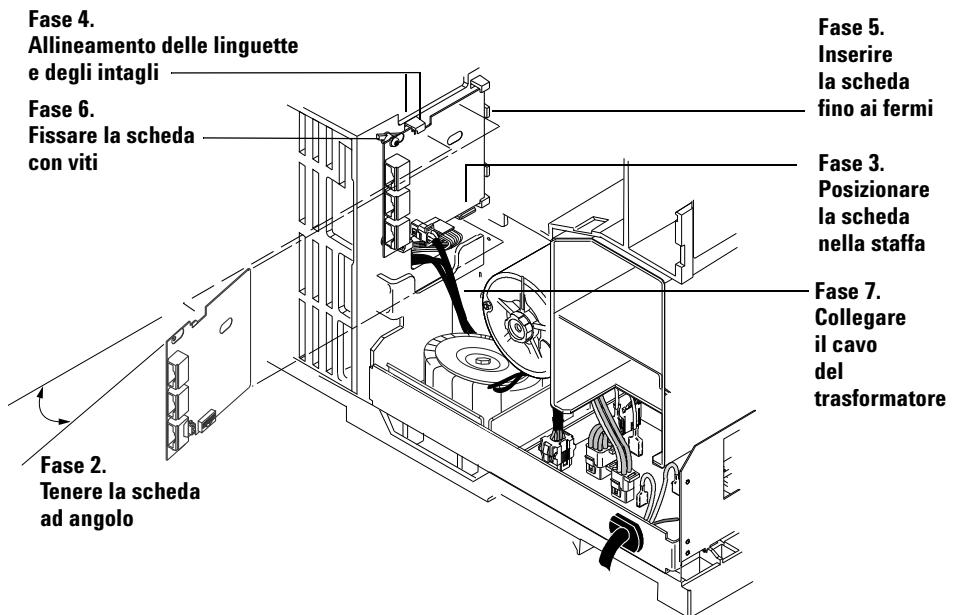
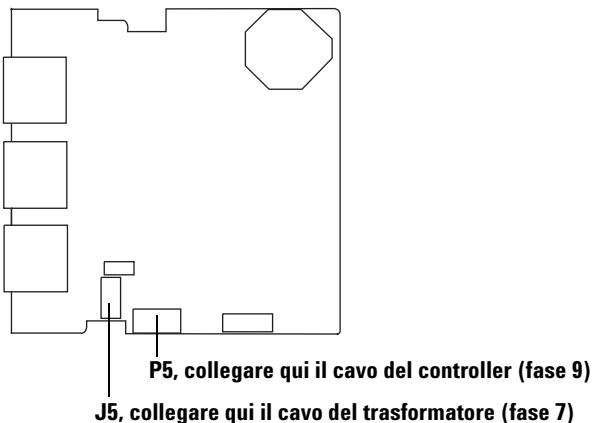
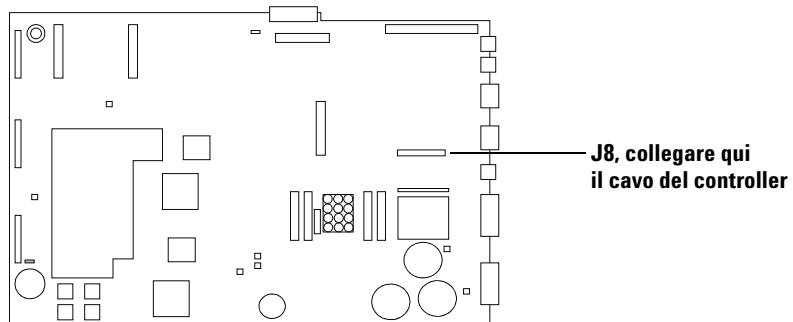

Figura 33 Installazione della scheda di interfaccia dell'ALS
Figura 34 Connettori di interfaccia dell'ALS
Figura 36 Scheda principale GC
- 2 Tenere la scheda in posizione verticale e leggermente angolata (Figura 33).
- 6 Fissare la scheda allo chassis utilizzando due viti. La scheda non deve essere sollecitata o piegata contro la linguetta di blocco (Figura 33).
- 7 Individuare il cavo a 2 fili che esce dal trasformatore e collegarlo alla scheda di interfaccia dell'ALS nel punto J5 (Figura 33 e Figura 34).
Far passare il cavo attraverso l'intaglio nella scheda principale (Figura 34 e Figura 36).